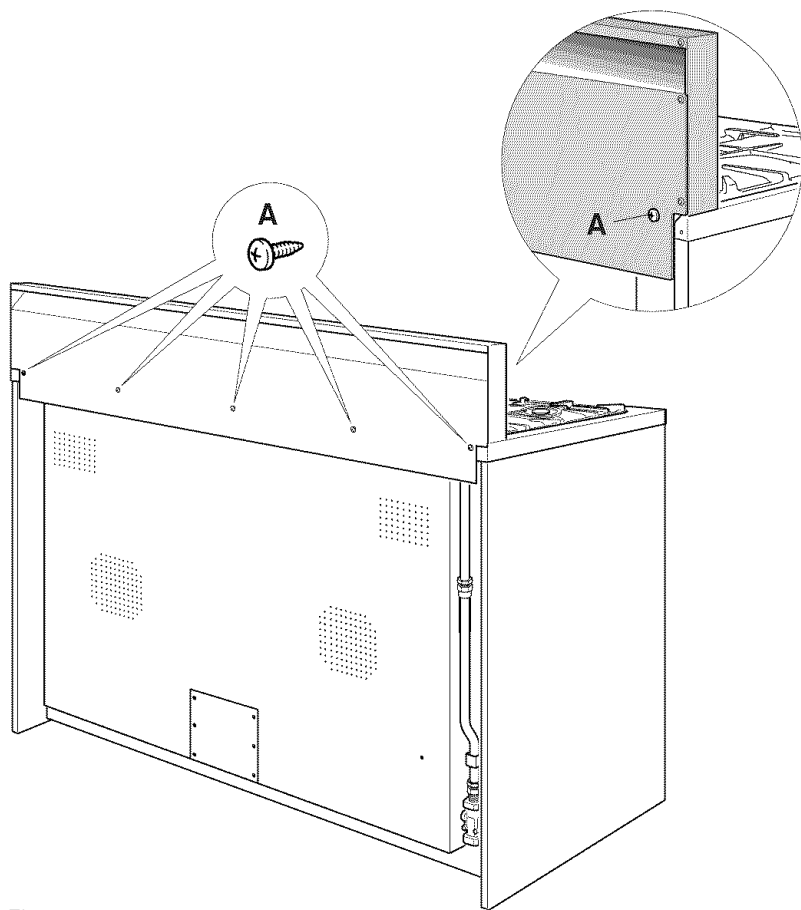

Fig. 1.4
- Montez le dossier ou la garniture d'îlot tel qu'indiqué à la figure 1.4 ou 1.5 et fixez-le en vissant les 5 vis « A ».